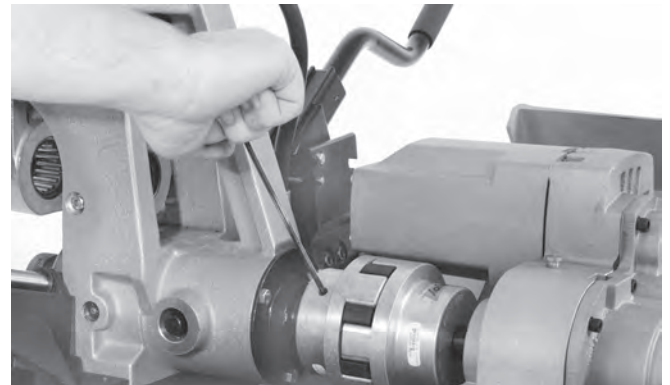

Figura 24 – Afloje los dos tornillos en el acoplamiento de la transmisión
1. Con la llave hexagonal de 3/16", afloje los dos tornillos en la mitad delantera del acoplamiento de la transmisión (Figura 24).
3. Con la llave hexagonal de  $\frac{3}{16}$ " , afloje los dos tornillos en la parte delantera del acoplamiento de transmisión (Figura 24).